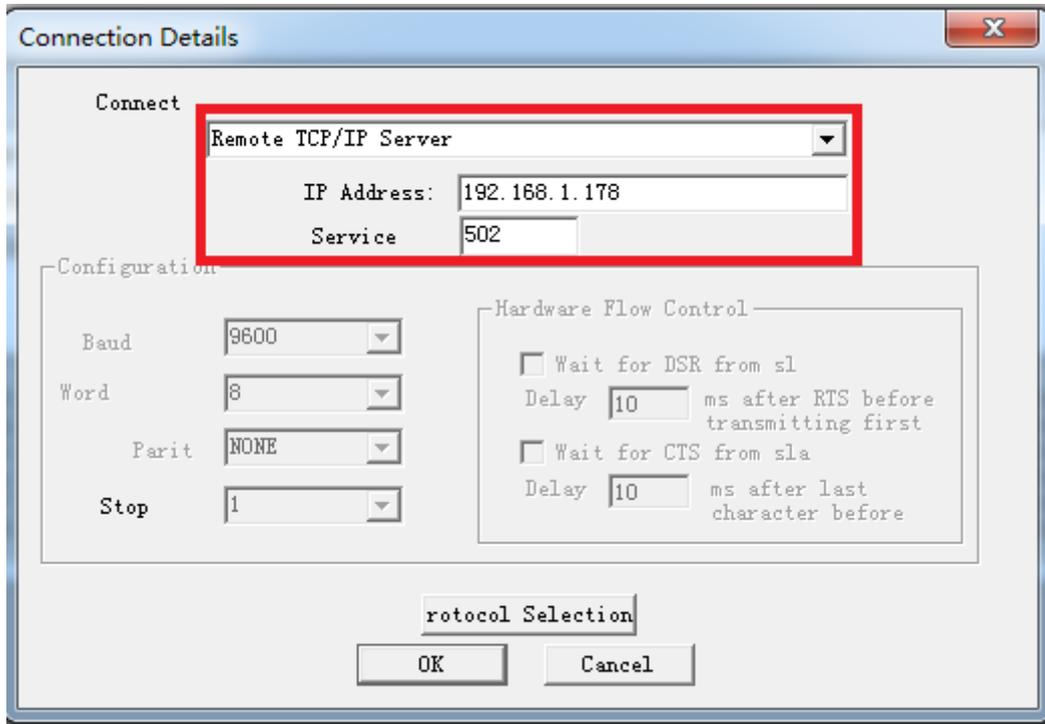

图 1
2. 选择菜单 Connection/Connect, 选择 Remote TCP/IP Server, 输入 QSK NET-CP 的 IP 地址, Service 端口为 502; 点击[OK]按钮, 如图 1 所示。